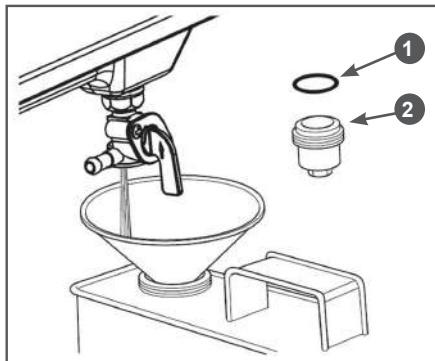

Рис. 21 Слив топлива с топливного бака
- открутите стакан 2 отстойника (Рис. 21);
- откройте топливный кран и слейте топливо в подготовленную для этого ёмкость (Рис. 21)
- установите на место стакан отстойника. Перед установкой убедитесь в том, что уплотнительное кольцо 1 находится на месте и не повреждено (Рис. 21).